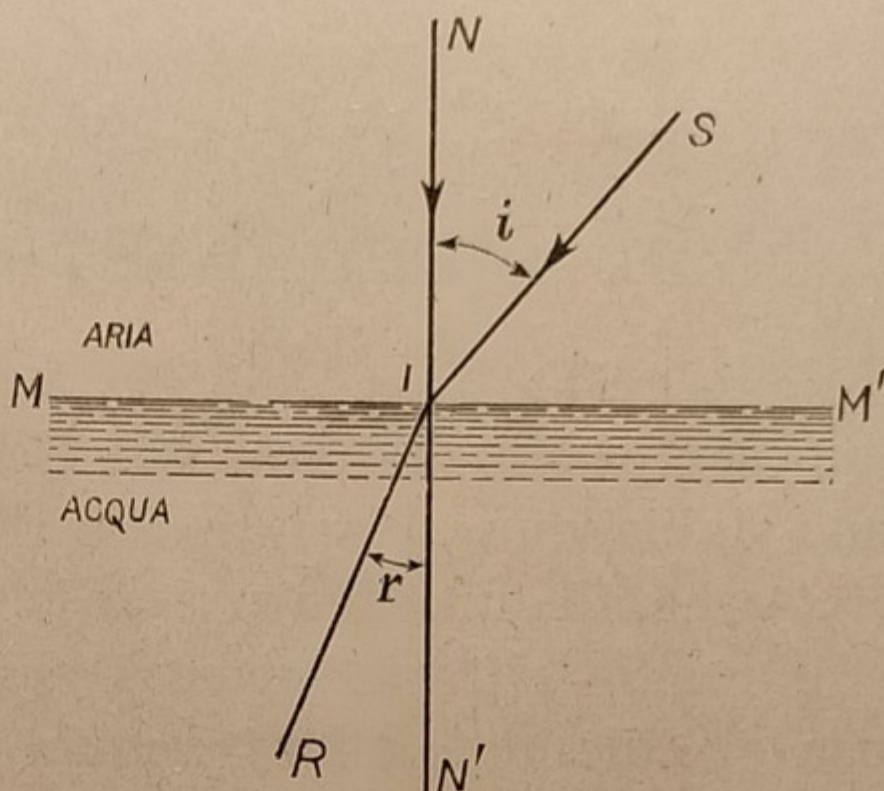

Fig. 81.
66. *Rifrazione.* — Se un raggio luminoso SI (fig. 81) passa da un mezzo ad un altro, per esempio dal-